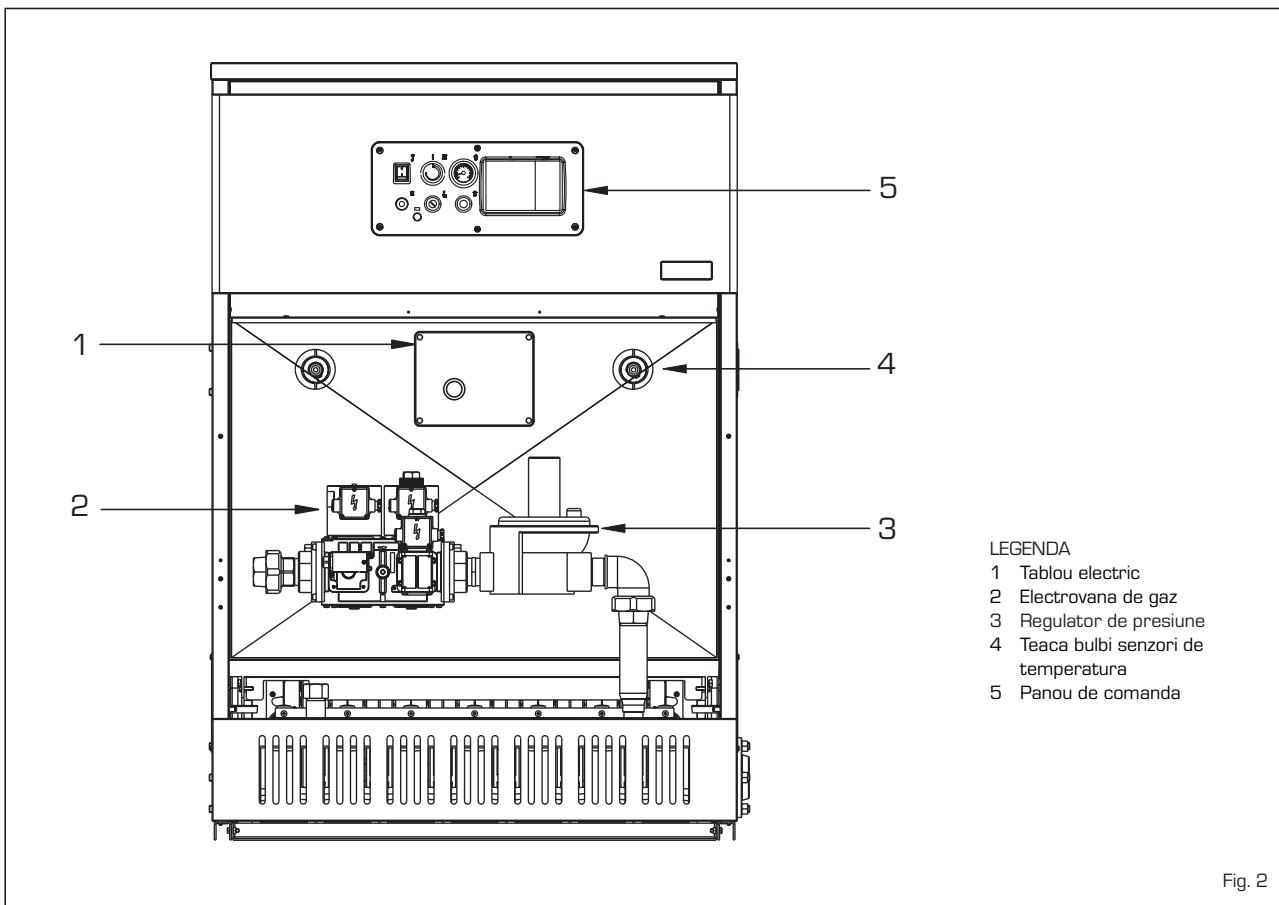

Fig. 2
1.5 VEDERE FRONTALA INTERIOARA (fig. 2)